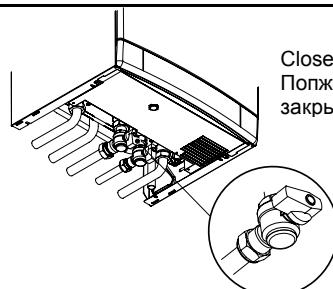

Fig. 7.1
- Check that the gas cock (13 in Fig. 7.1) fitted under the boiler is turned off and the appliance is switched off at the mains isolating spur.
- Проверьте, чтобы газовый кран (13 на рис.7.1), расположенный под котлом, находился в закрытом положении и автомат подключения котла был выключен.